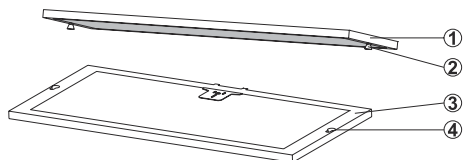

Fig. 6: Posizionamento del filtro a carboni attivi
2. ➤ Il filtro a carbone attivo è posizionato sul lato posteriore del filtro dell'olio in metallo. Spingilo lateralmente per rimuoverlo (Fig. 6).